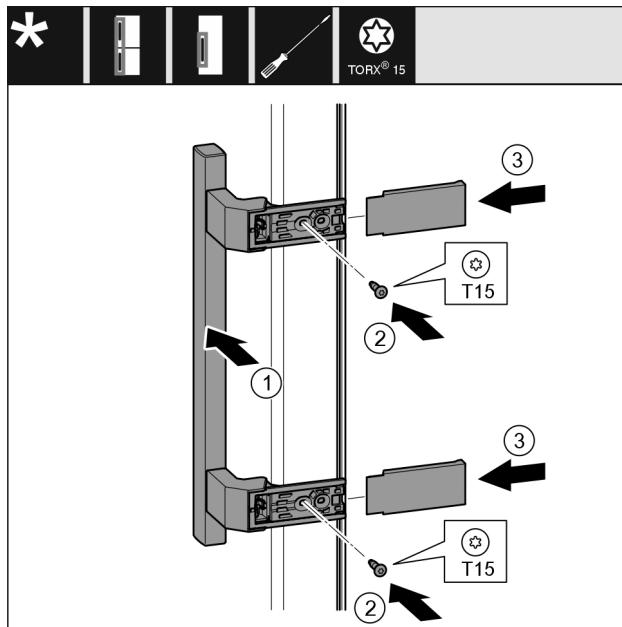

Fig. 21
- ▶ 将把手 Fig. 21 (1)放到反面。
- ▶ 将螺钉 Fig. 21 (2)用螺丝刀拧紧。
- ▶ 将盖板 Fig. 21 (3)放置到侧面并插入。